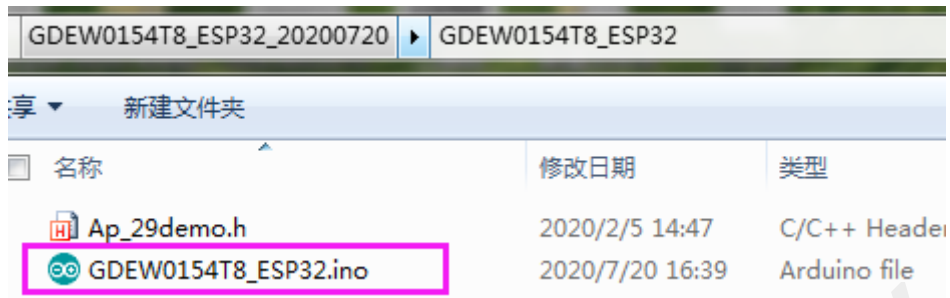

图 6 打开Arduino.ino工程文件
- 3、用Ardui no 1.8.6 打开图6所示驱动程序文件夹中的Ardui no. i no工程文件。